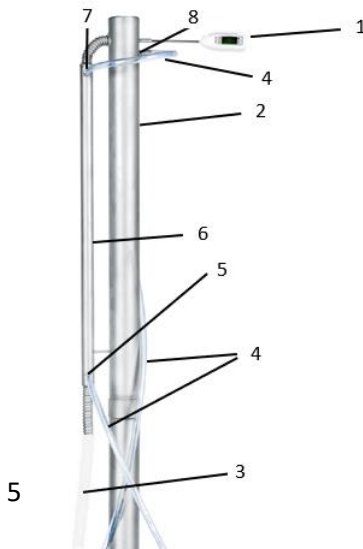

Rys.1
3. Aparat destylacyjny przymocować do pokrywy (w jej większym otworze, po środku pokrywy) umieszczając uszczelkę (1) od góry pokrywy oraz nakładając uszczelkę (2), podkładkę i nakrętkę od spodu pokrywy. Dokręcić nakrętkę tak, aby aparat destylacyjny był stabilny.
4. Rozciąć wężyk igielitowy jednocześnie dopasowując odpowiednie długości jego odcinków w taki sposób, aby umożliwić przepływ wody chłodzącej jednorodnym strumieniem przez aparat destylacyjny. Możliwe są 3 sposoby podłączenia źródła wody (Rys.1):